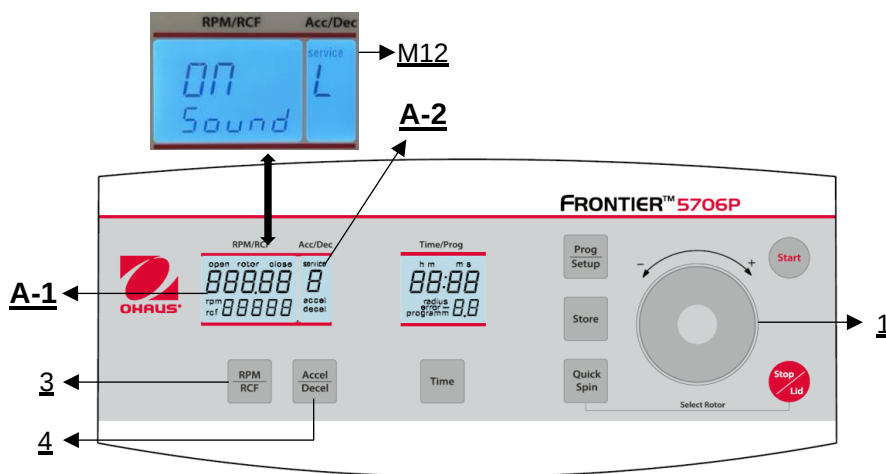

Abbildung 30
Gehen Sie wie unter Punkt 4.1.1 beschrieben vor, um in diesen Programmmodus zu gelangen und drücken Sie dann die Taste **"Accel/Decel"** (4). Im Display **"Acc/Dec"** (A-2) blinkt das Wort **"Service"** (M12). Wählen Sie nun mit dem Touch wheel (1) den Buchstaben **"L"** aus. Daraufhin erscheint in der Anzeige **"RPM | RCF"** (A-1) der Schriftzug "On Sound". Wenn Sie nun die Taste **"RPM | RCF"** (3) drücken, blinkt das Wort **"On"** und Sie können den Ton mit dem Touch wheel (1) ausschalten (siehe Abbildung 30).